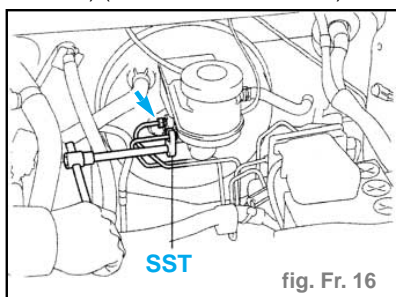

fig. Fr. 16
- À l'aide du SST, débrancher les conduites de frein du maître-cylindre. (fig. Fr. 16) (**SST REF 09023-00100**)